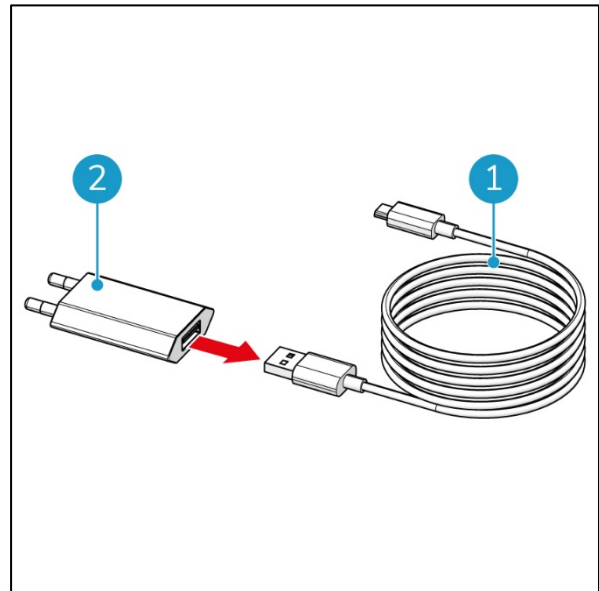

Figura 5
1. Ligue ao carregador USB (Figura 5, pos. 2) ao cabo USB (Figura 5, pos. 1).